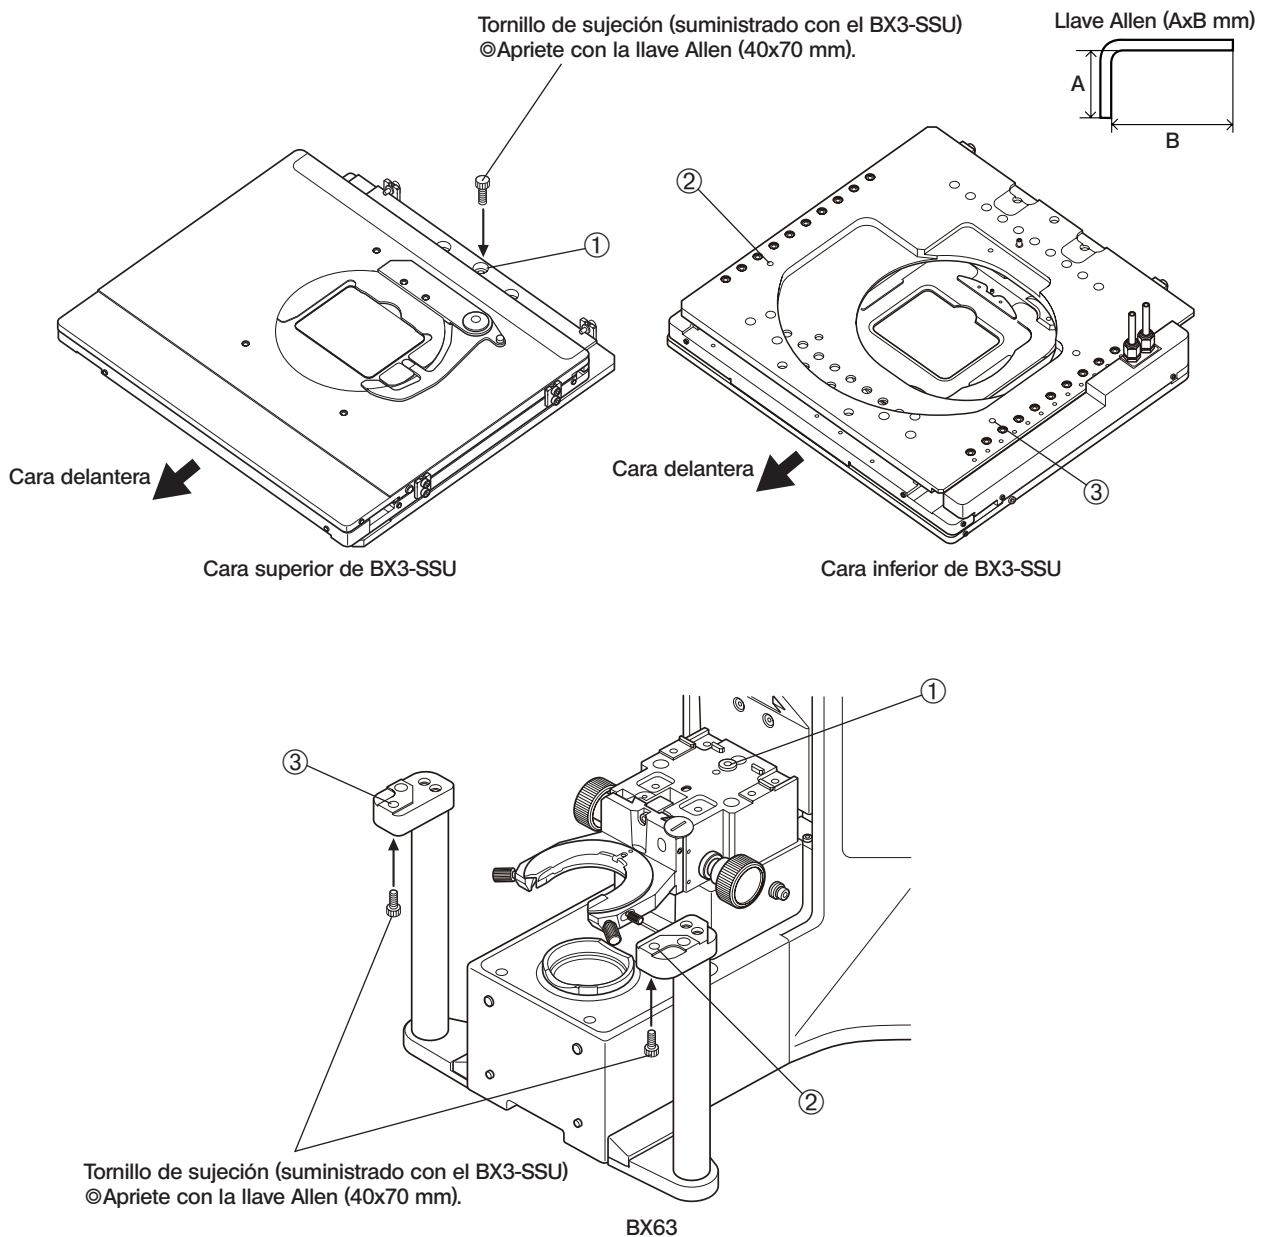

Fig. 6
(Fig. 6)
1. Coloque la BX3-SSU sobre el BX63 de forma que los respectivos números de tornillo (véase la Fig. 6) de BX3-SSU y BX63 se solapen.
2. Apriete el agujero roscado ① con el tornillo de sujeción (suministrado con BX3-SSU) desde la cara superior de BX3-SSU. Utilice la llave Allen (40x70 mm) suministrada con el BX63 para apretarlo.
3. Apriete los agujeros roscados ② y ③ con el tornillo de sujeción (suministrado con BX63) desde la cara inferior del soporte de fijación de la platina del BX63. Utilice la llave Allen (40x70 mm) suministrada con el BX63 para apretarlo.